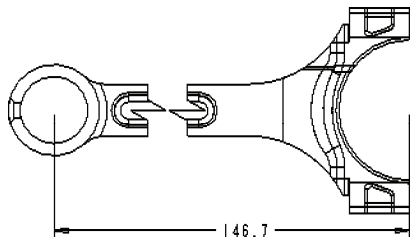

图 11-38 破断视图示例
- 破断视图：移除两选定点或多个选定点间的部分模型，并将剩余的两部分合拢在一个指定距离内。可以分别进行水平、竖直破断，或同时进行水平和竖直破断，并使用破断的各种图形边界样式。破断视图示例如图 11-38 所示。